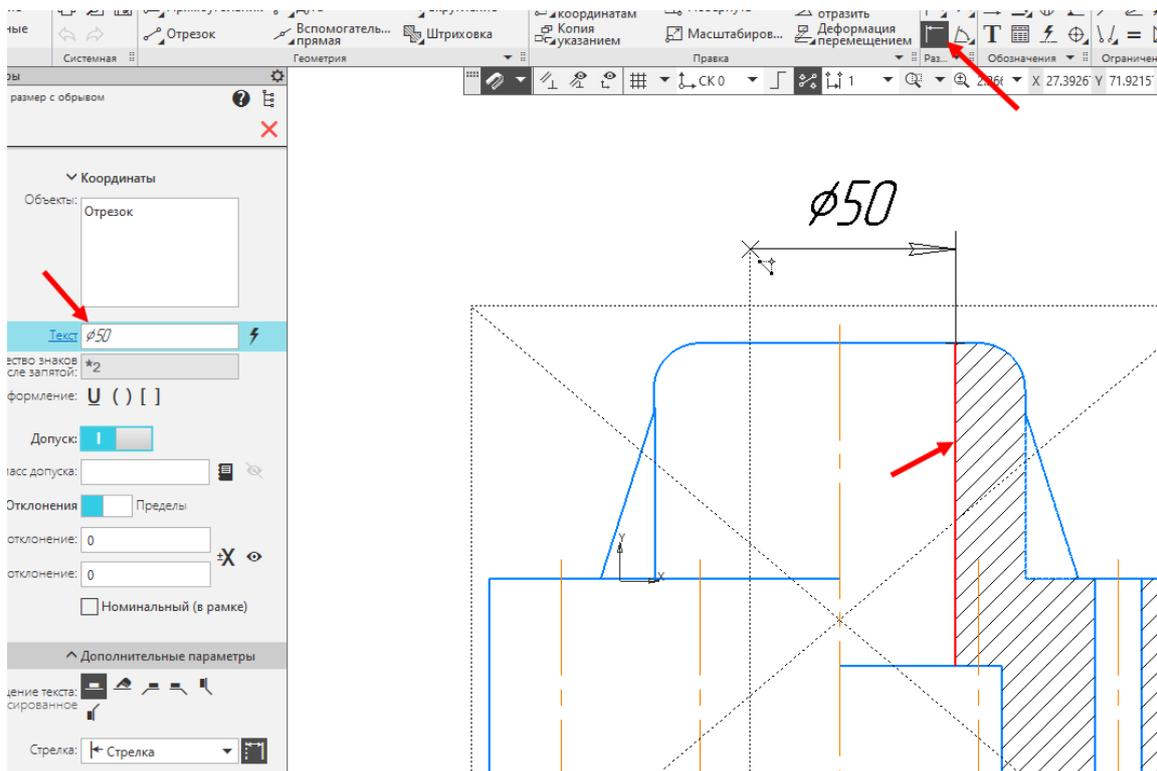

Рисунок 3.42
2) через инструмент **Линейный размер с обрывом** , кликнув на линию, от которой пойдет выносная, кликнув на текст и укажем число и знак диаметра – **Принять** – зафиксируем размерное число (рисунок 3.42). **Стоп.**